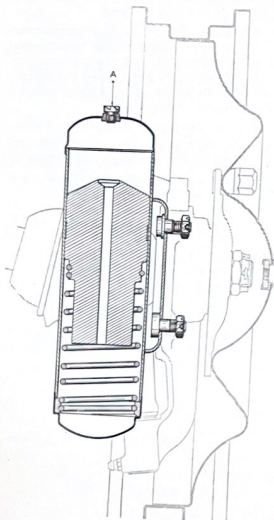

Fig. 7.2.—Amortiguador de inercia (batidor).
7.4. REEMPLAZAMIENTO DE UN AMORTIGUADOR DE INERCIA (BATIDOR). (Fig. 7.2)